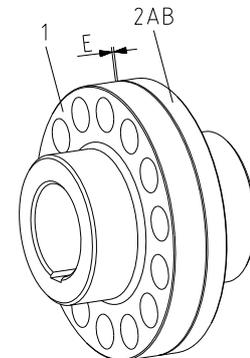

Bild 13
- Verschieben Sie die Aggregate in axiale Richtung, bis das E-Maß erreicht ist (siehe Bild 13). Dabei ist zu beachten, dass sich die Motorwelle in der magnetischen Mitte befindet.